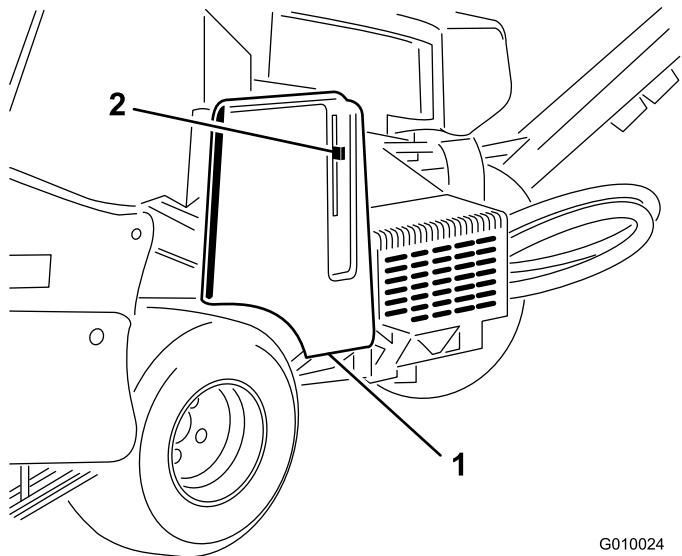

Figura 17
2. Destranque e retire a cobertura da correia (Figura 17).